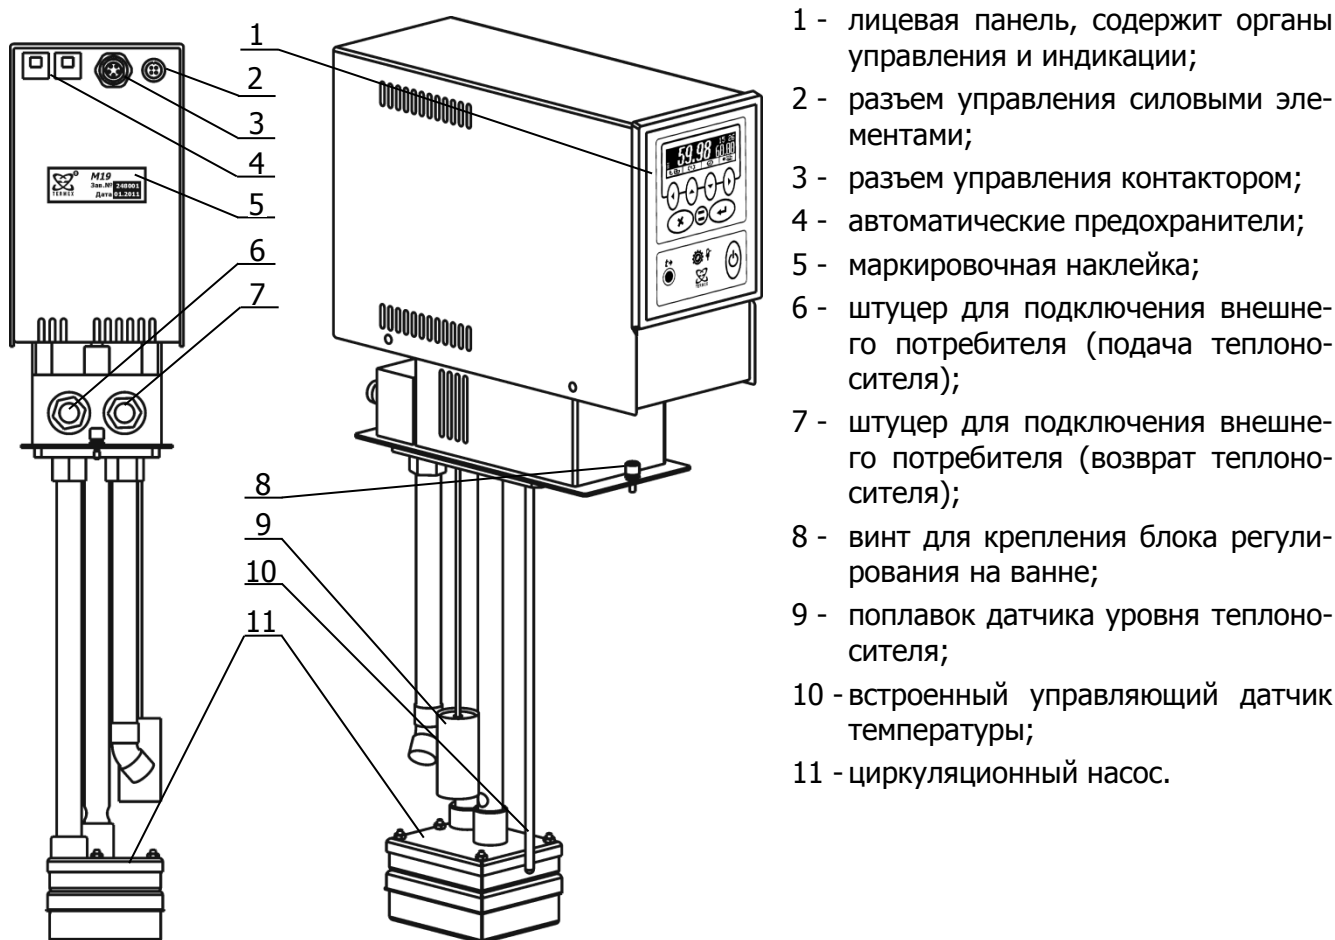

Рисунок 1 — Устройство блока регулирования
1.4.2 Работа блока регулирования заключается в поддержании заданной температуры теплоносителя, циркулирующего в ванне термостата, а также, во внешнем потребителе в случае его подключения. Циркуляция теплоносителя обеспечивается насосом 11 (рисунок 1). Подача теплоносителя внешнему потребителю производится через штуцер 6, а его возврат в ванну термостата — через штуцер 7.
В процессе работы блока регулирования на дисплее 12 отображается температура теплоносителя, значение уставки (задание), мощность нагрева, текущее время и дополнительная служебная информация. Установка режимов работы блока регулирования осуществляется органами управления, расположенными на лицевой панели 1 (рисунок 1).
2.2.1 Установить блок регулирования на термостате так, как указано в руководстве по эксплуатации термостата и закрепить двумя винтами 8 (рисунок 1).
2.2.3 Подключить один конец кабеля из комплекта поставки термостата к разъему 2 (рисунок 1). Второй конец кабеля подключить к соответствующему разъему термостата.
2.2.4 Подключить один конец кабеля из комплекта поставки термостата к разъему 3 (рисунок 1). Второй конец кабеля подключить к соответствующему разъему термостата.